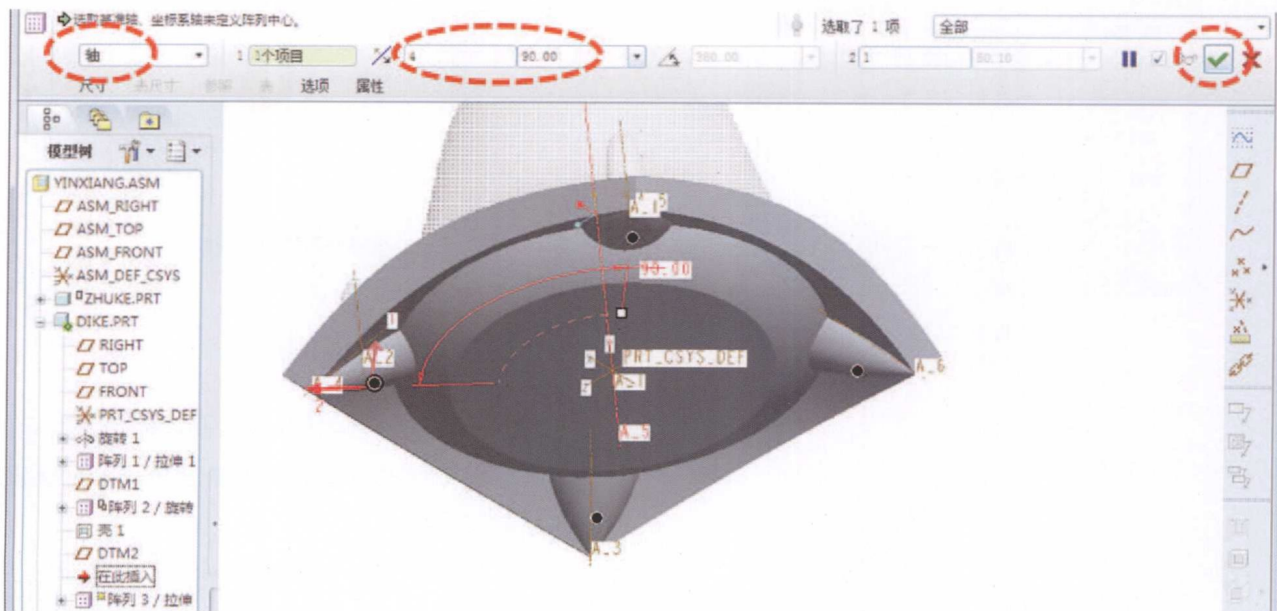
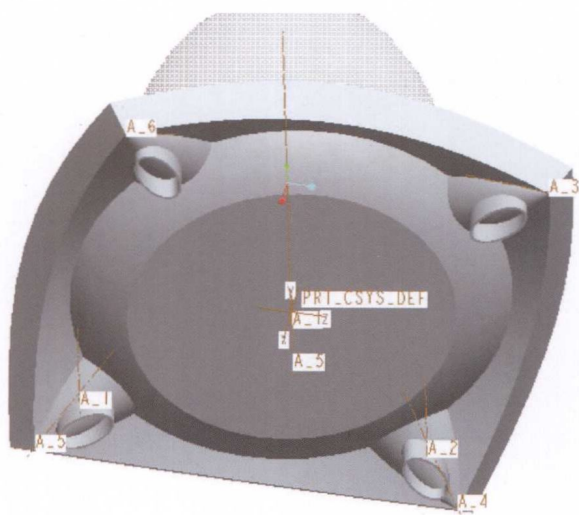

图1-44
图1-45
(30) 选择刚刚使用拉伸特征制作的椭圆形支撑脚, 使用阵列工具 , 运用“轴”驱动阵列模式, 单击模型中心轴, 阵列出4个椭圆支撑脚, 每个支撑脚之间间隔90° (图1-44)。至此, 音响底壳全部完成, 如图1-45所示。